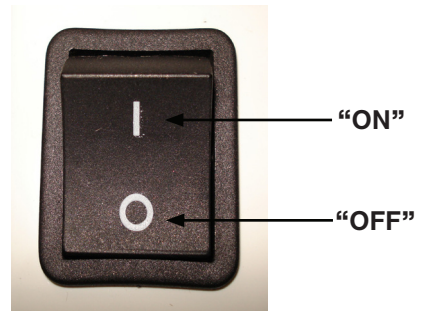

Figure 2
6. Mettre l'interrupteur marche/arrêt (I/O) sur marche (I) (voir Figure 2).
10. Mettre l'interrupteur marche/arrêt (I/O) sur arrêt (O) (voir Figure 2).